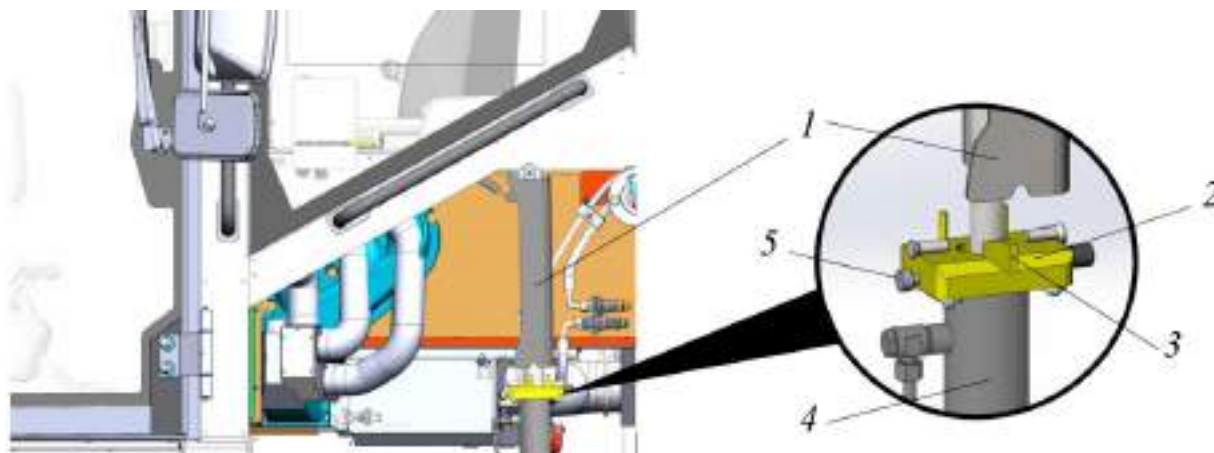

Рисунок 5.11. Процедура подъема кабины оператора
- ▷ Блокиратор поз. 1 должна быть немного выше опоры блокиратора 2, см. рис. 5.11 и иметь возможность перемещаться.
Раскрутить (ослабить) фиксатор 5 и за флажок 3 повернуть опору блокиратора по часовой стрелке на 90 град., снова закрутить фиксатор 5. Флажок опоры блокиратора 3 должен занять позицию как показано на рис. 5.11.